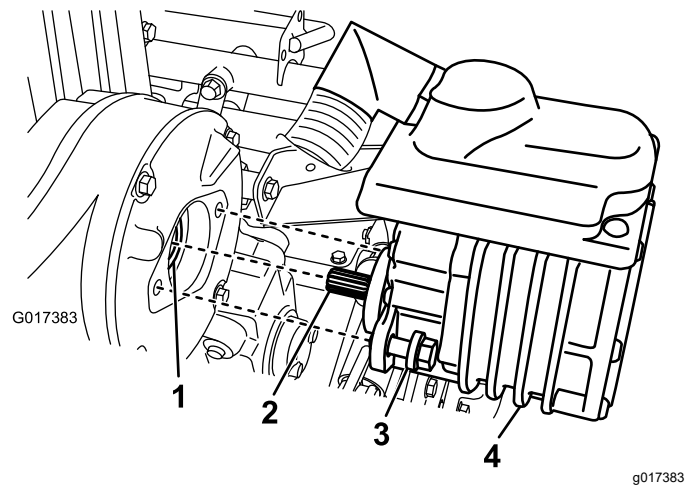

Figure 35
2. Retirez les 2 boulons qui fixent le moteur au carter de transmission (Figure 35).
4. Avec une pompe à graisse, injectez 1 ou 2 jets de graisse dans l'accouplement femelle du carter de transmission (Figure 35).